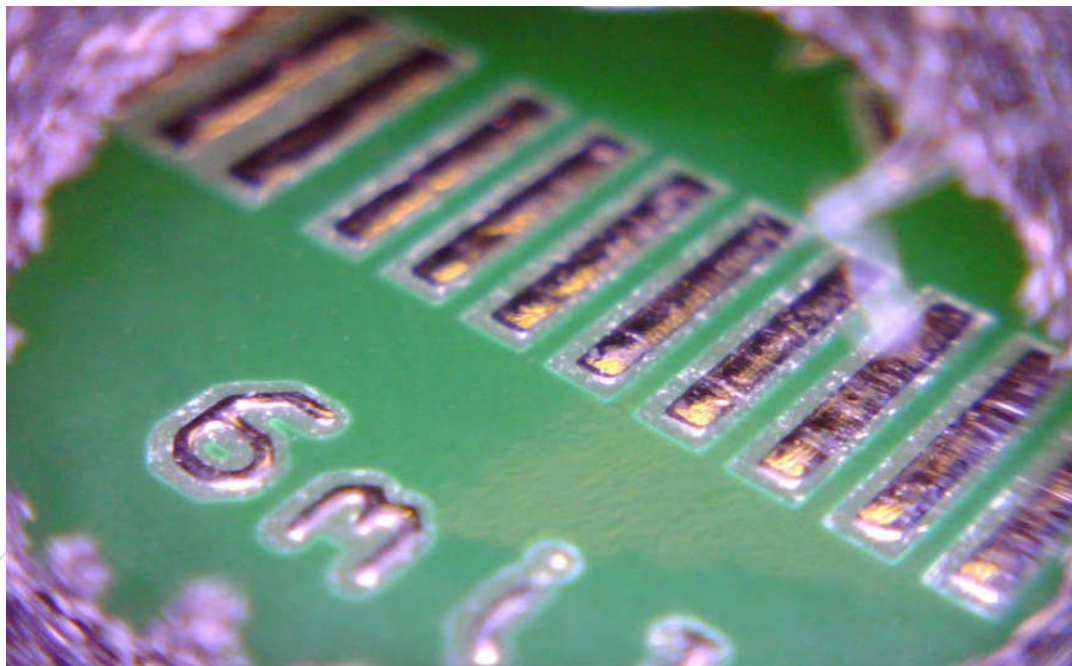
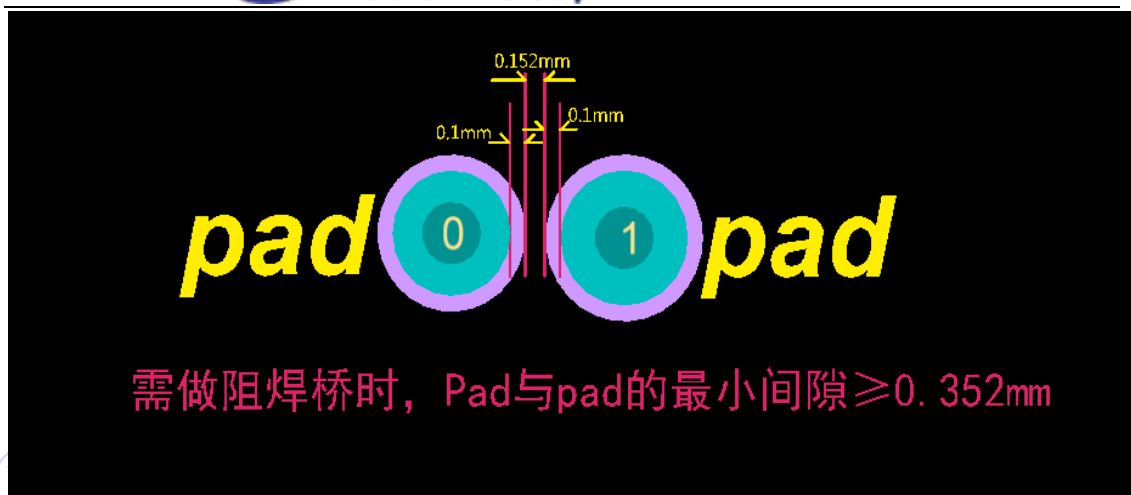

图 37 阻焊桥实物放大高清图
图 38 需做阻焊桥时, Pad 与 Pad 的最小间隙参数
3) 阻焊桥：又称绿油桥、阻焊坝，是为防止元器件管脚短路而做的“隔离带”，如图 37 所示。绿油桥要求焊盘与焊盘间间隙大于 0.352mm。(0.352mm 的由来：嘉立创目前能接受的线间最小间隙 0.152mm+两个焊盘阻焊开窗比焊盘各扩大的 0.1mmx2=0.352mm，如图 38 所示)